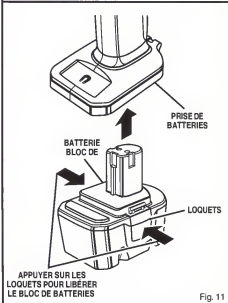

Fig. 11
- Placer le bloc de batteries dans la perceuse. Aligner la saillie du bloc de batteries sur la rainure du logement de la perceuse. Voir la figure 11.
- Appuyer sur les deux loquets se trouvant sur les côtés du bloc de batteries pour le séparer de la perceuse. Voir la figure 11.